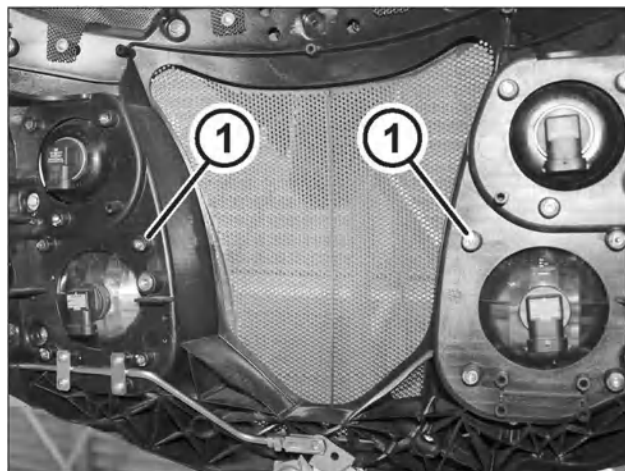

Рис. 8-8
- При необходимости используйте регулировочные винты фар, чтобы отрегулировать фары (1 — рис. 8-8).